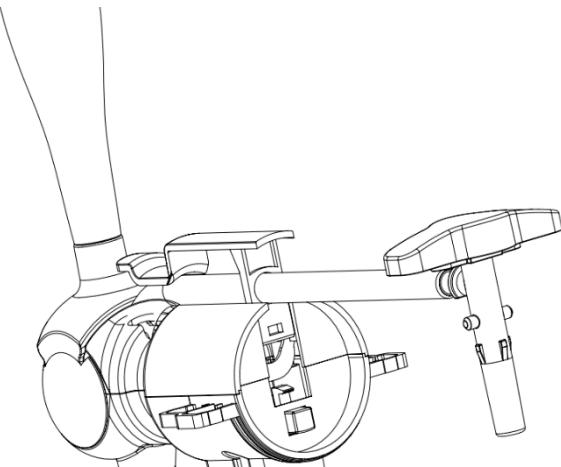

Figura 17
- Premere e tenere premuto il pulsante sotto la parte posteriore del rubinetto, il gruppo del tubo e il coperchio superiore staccabile del rubinetto si apriranno automaticamente insieme (come mostrato nella Figura 17).